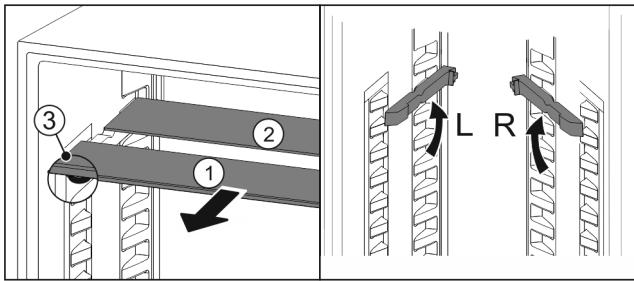

Fig. 87
- ▶ Sortir les tablettes par l'avant Fig. 87 (1).
- ▶ La tablette en verre Fig. 87 (1) avec bordure décorative est située à l'avant.
- ▶ Les butées Fig. 87 (3) sont orientées vers le bas.